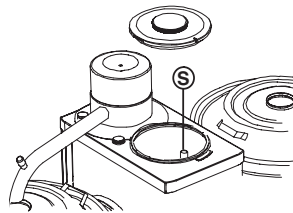

Fig. 22 Overlooppijp heetwatersysteem
- Tap het laatste beetje water af via de overlooppijp. Trek hiervoor de overlooppijp (S.), die zich in de heetwaterketel bevindt, aan het stukje slang omhoog (fig.22).
- Tap het laatste beetje water af via de overlooppijp. Trek hiervoor de overlooppijp (S.) omhoog (fig.22).